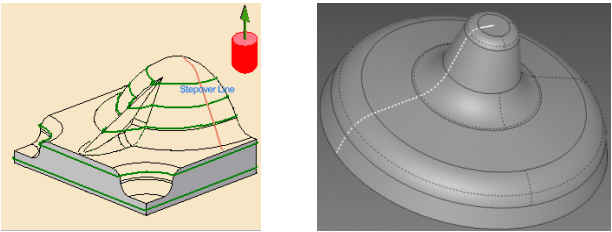

图 2-87 “Distance on contour” 示意图
- “Distance on contour”: 选择该方式, 单击 “Stepover Line” 敏感区选择一条轮廓线, 通过定义该轮廓线上的点来设置行距, 如图 2-87 所示。